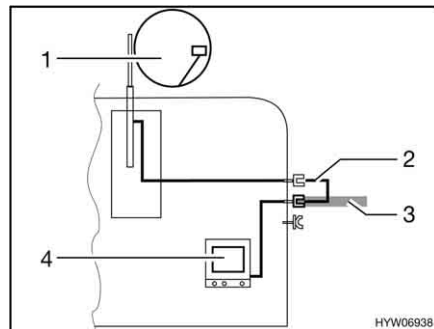

Bild 120 TV im Fahrzeug
- TV im Fahrzeug (Bild 120,4): Anschluss an Dachantenne (Bild 120,1) mit Verbindungskabel (Bild 120,2)
- TV im Fahrzeug (Bild 120,4): Anschluss an externe Antenne (Bild 120,3)